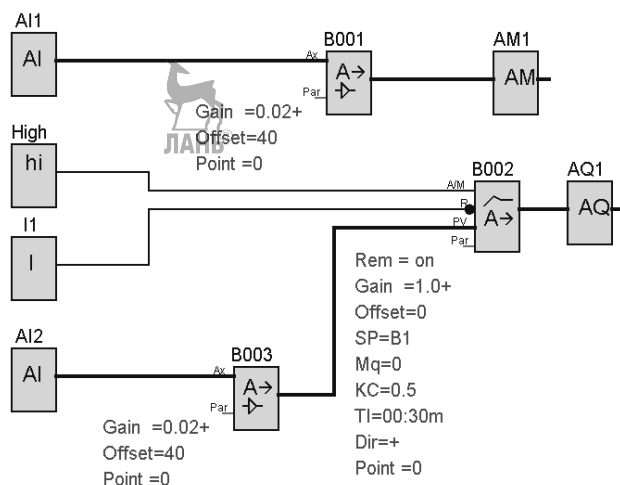

Рис. 9.24. Коммутационная программа
Коммутационная программа представлена на рис. 9.24.
В схеме на рис. 9.24 вместо аналогового компаратора используется ПИ-регулятор, который, в отличие от аналогового компаратора, осуществляет непрерывную коррекцию температуры.
- Запустить на компьютере программу LOGO!Soft Comfort и набрать коммутационную схему (рис. 9.24). Задать параметры блоков В001, В002, В003 как указано на рисунке.